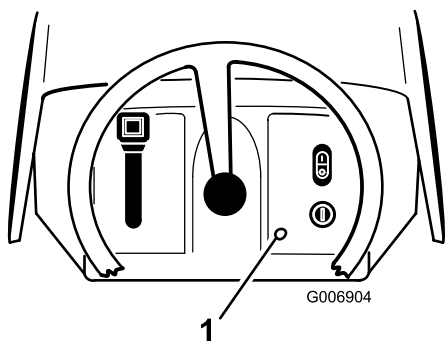

Figure 12
**Remarque:** Un voyant rouge s'allume sur la console avant (Figure 12) pour signaler que la sécurité est désactivée.